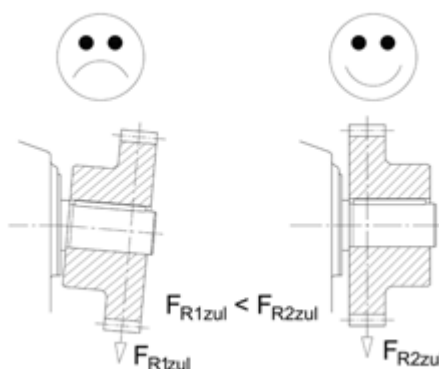

Рисунок 16: Правильный монтаж выходных элементов
- Поперечное (радиальное) усилие должно передаваться как можно ближе к корпусу редуктора (см. Рисунок 16).